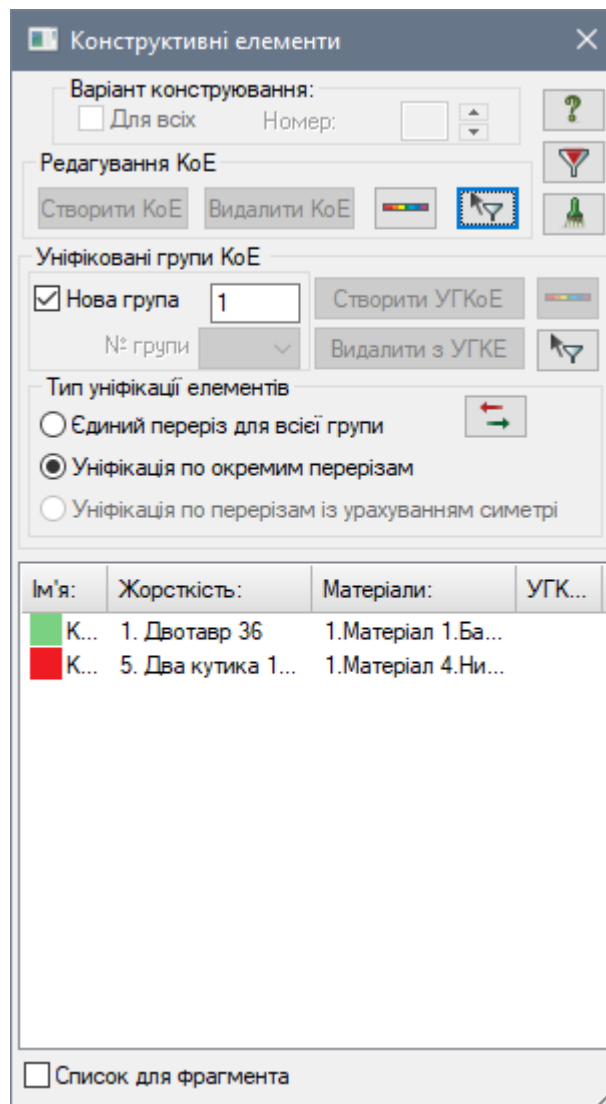

Рис. 3.30. Діалогове вікно Конструктивні елементи
- Для створення конструктивних елементів відкрийте діалогове вікно **Конструктивні елементи** (рис. 3.30) натиснувши на кнопку  – **Конструктивні елементи** (панель **Конструювання** на вкладці **Створення та редагування**).